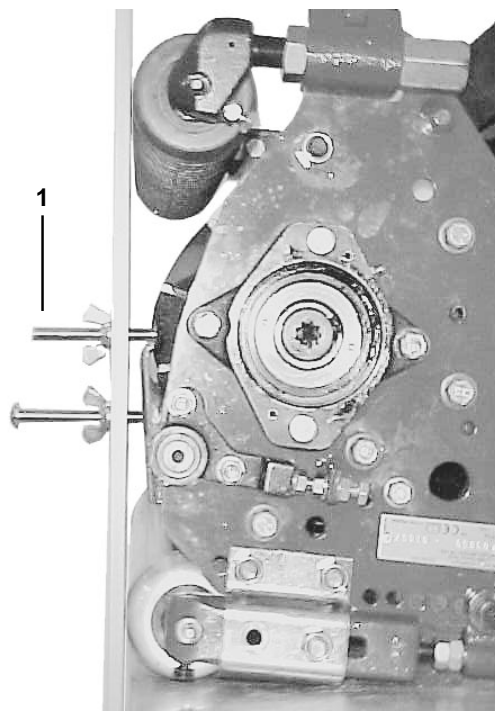

Figure 17
3. Placez le calibre en travers des rouleaux avant et arrière. La tête de la première vis doit s'adapter parfaitement sur le bord de la contre-lame et le calibre doit toucher le rouleau (Fig. 17).
9. Remettez la première vis à la position normale (la tête de la vis s'accroche à la contre-lame) et réglez-la à la hauteur de coupe requise (Fig. 17).